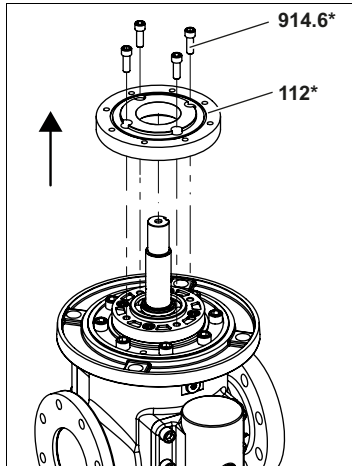
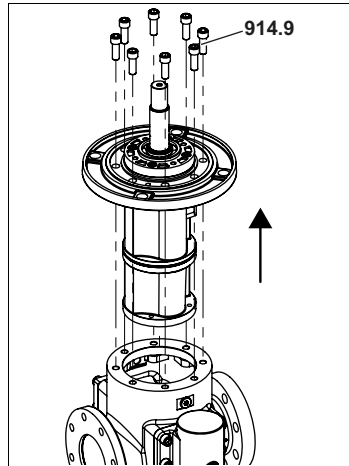
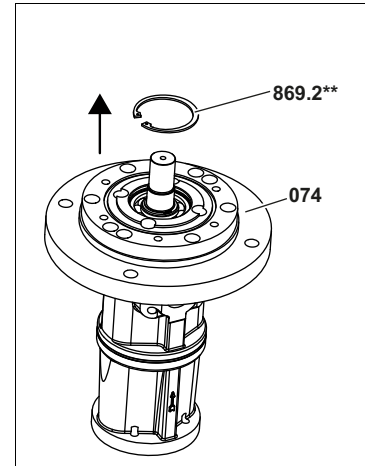

Fig. 17
Fig. 18
Fig. 19
1. Pour les pompes avec bride intermédiaire: Dévisser les vis cylindriques **914.6*** sur le couvercle à bride intermédiaire **112*** et détacher le couvercle à bride intermédiaire par de légères frappes à vide, voir Fig. 17, page 37. Retirer les résidus du joint plat. Dévisser les vis cylindriques **914.9** et démonter la pompe embrochable du boîtier extérieur, voir Fig. 18, page 37.
Pour les pompes sans bride intermédiaire: Dévisser les vis cylindriques **914.9** et démonter la pompe embrochable du boîtier extérieur, voir Fig. 18, page 37. Enlever le circlip **869.2****, voir Fig. 19, page 37.